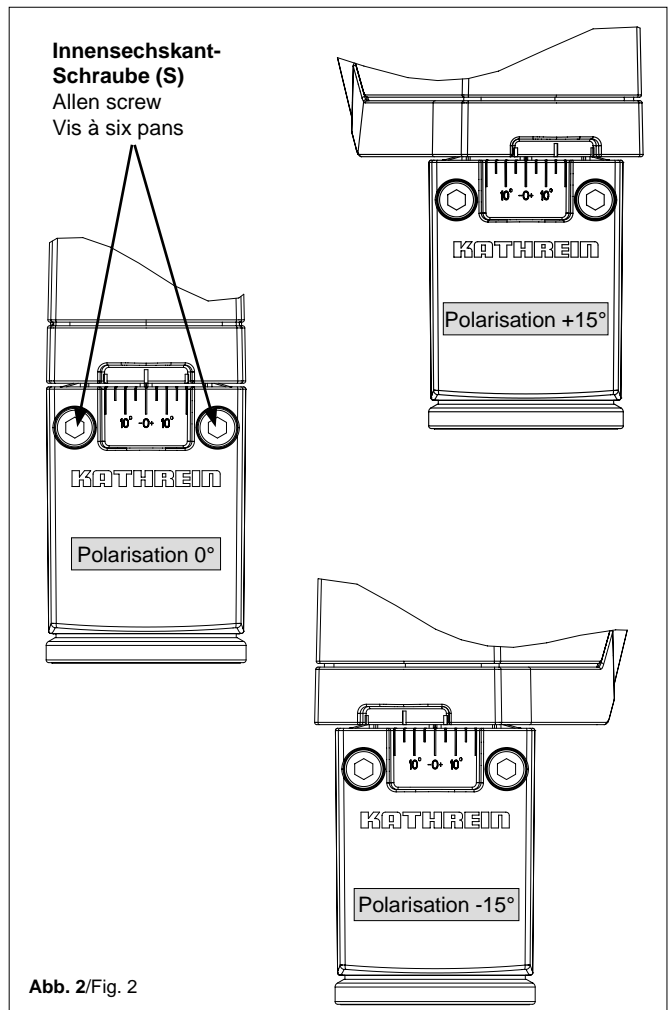

Abb. 2/Fig. 2
Polarisations-Voreinstellung (Abb. 2)
1. Beide Innensechskantschrauben (S) lockern.
2. Durch Drehen des Speisesystems die Referenzmarke auf den Wert lt. Polarisations-Voreinstellungs-Tabelle einstellen (siehe Abb. 2)
3. Die Innensechskantschrauben (S) gleichmäßig im Wechsel festziehen. Anzugsdrehmoment: max. 4,5 Nm
Setting the polarisation (Fig. 2)
1. Loosen both Allen screws (S).
2. Turn the feed system to set the reference mark to the value given in the polarisation pre-setting table. (see fig. 2)
3. Tighten the Allen screws (S) evenly, alternating between both. Torque: max. 4.5 Nm
Ajustage de la polarisation (Fig. 2)
1. Desserrer les deux vis à six pans creux (S).
2. Tourner le système d'alimentation pour régler le repère de référence sur la valeur indiquée dans le tableau de préajustage de la polarisation (voir la fig. 2)
3. Serrer les vis à six pans creux (S) de manière homogène en alternance. Couple de serrage : maxi. 4,5 Nm